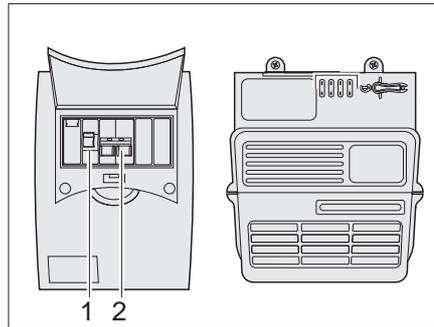

Bild 103 230-V-Sicherungskasten
Die Hauptsicherung (Bild 103,2) sichert den 230-V-Eingangsstrom mit max. 10 A ab. Zusätzlich befindet sich ein Fehlerstromschutzschalter (Bild 103,1) im Sicherungskasten.
- ▷ 230-V-Leitungsschutzschalter (siehe Bild 103) und Hauptschalter Batterie (siehe Bild 96) kurz ein- und ausschalten, um den Stromfluss zu unterbrechen.